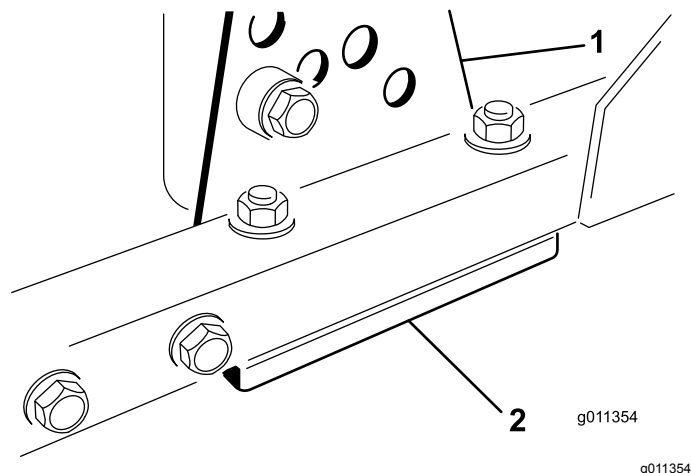

図 58
1. 刈り高ブラケット前、左、右のうち1つをデッキのフレームから外す図 58。
2. デッキフレームとブラケットとの間に厚さ 1.5 mm または 0.7 mm のシム、場合によってはこれらの両方を挿入して、希望する刈高を達成する図 58。